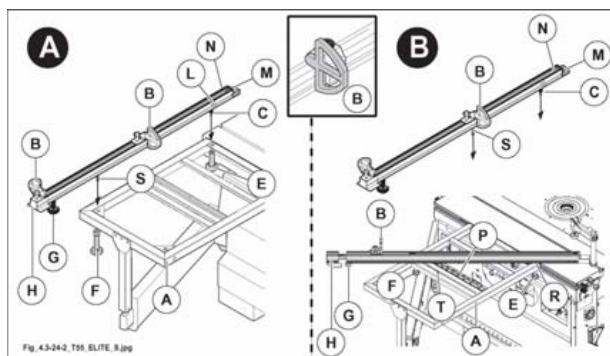

Fig. 4.3-24-2
- 2) Per l'uso posizionare la riga facendo riferimento alla targhetta (P fig. 4.3-24-2).
Serrare i pomelli (F fig. 4.3-24-2) ed (E fig. 4.3-24-2).
La riga è dotata di una estensione estraibile a canocchiale (H fig. 4.3-24-2) la quale, se necessita, si può allungare dopo aver allentato il pomello (G fig. 4.3-24-2).
Quando il paraschegge (M fig. 4.3-24-2) si usura, avvicinarlo alla toupie allentando il grano (N fig. 4.3-24-2).
La riga telescopica viene fornita con le battute (B fig. 4.3-24-2). Queste si possono velocemente posizionare per lavorazioni in appoggio o in spinta semplicemente ribaltandole.